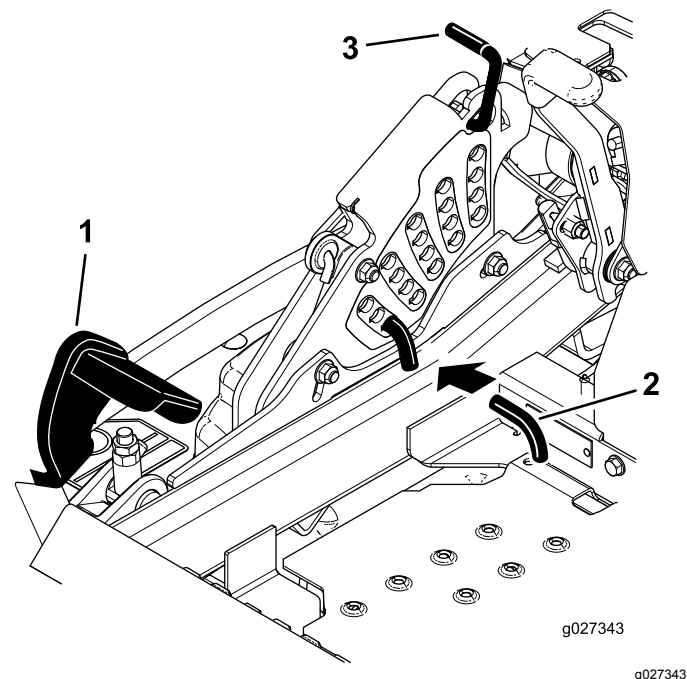

Figura 91
5. Empuje el pedal de elevación de la carcasa hacia delante del todo; la carcasa se enganchará en la posición de transporte de 140 mm (5½") (Figura 91).